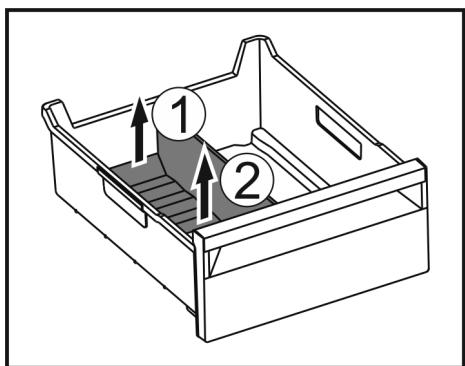

Fig. 170
► Підняти задню частину перегородки відділення для льоду. Fig. 170 (1)
► Вилучити перегородку рухом вгору. Fig. 170 (2)